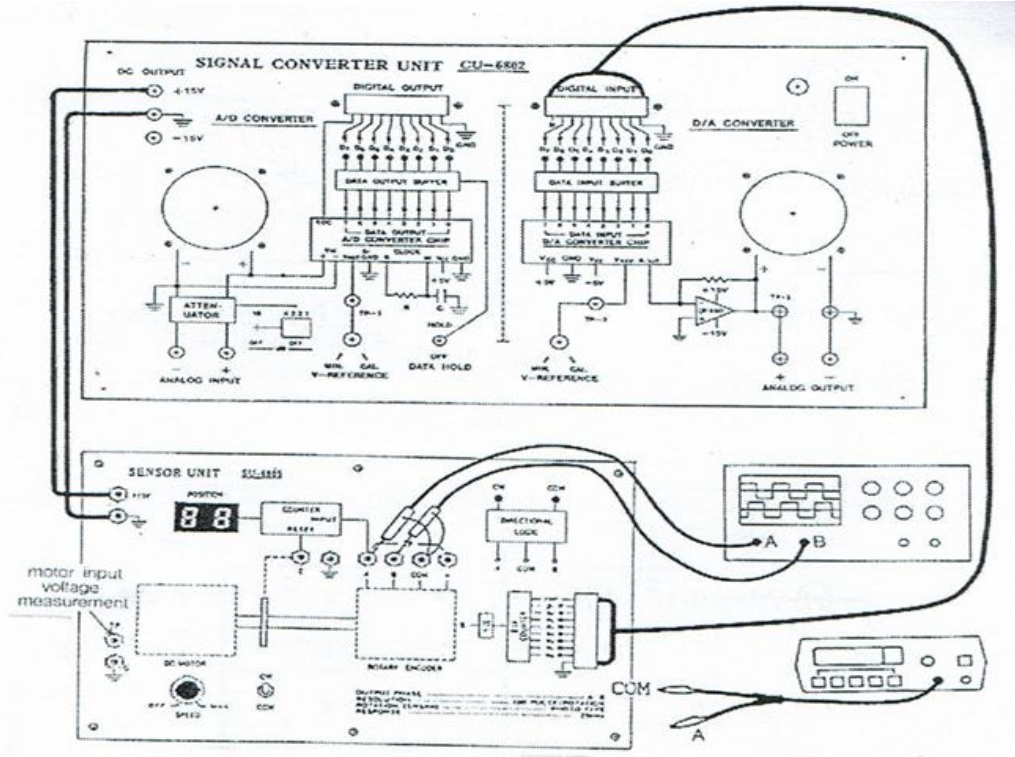

Fig.6.3. Schéma de connexion.
1. Réglez la référence V du convertisseur A/N sur "CAL" et réglez la vitesse du moteur CC du capteur sur "0" (Fig. 6.3).